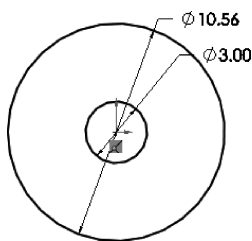

图 12-18 绘制草图并标注尺寸 1
1) 单击【特征管理器设计树】中的【前视基准面】图标，使其成为草图绘制平面。单击【标准视图】工具栏中的（正视于）按钮，并单击【草图】工具栏中的（草图绘制）按钮，进入草图绘制状态。使用【草图】工具栏中的（圆弧）、（智能尺寸）工具，绘制如图 12-18 所示的草图。单击（退出草图）按钮，退出草图绘制状态。